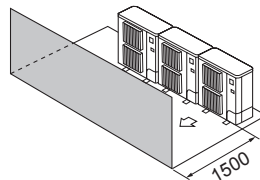

Fig. 2-14
- ③ Εμπόδια στην μπροστινή πλευρά μόνο (Fig. 2-14)